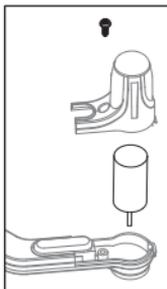

Bild 17
- Beim Ausbauen beziehen Sie sich auf die Bilder 11/12/13. Entfernen Sie den Propeller und dann die Schraube des Motorhalters (Bild 17). Ziehen Sie den Motorhalter heraus, dann ziehen Sie die Motorstecker ab, und nehmen den Motor heraus.